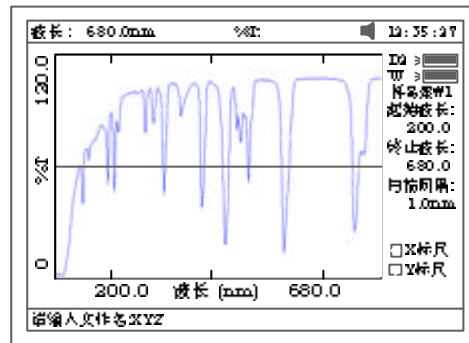

图 15
- ◇ 用数字键输入字母或数字如：XYZ (图 15), 按【**ENTER**】确认存入。注意，文件名最长三个字符。